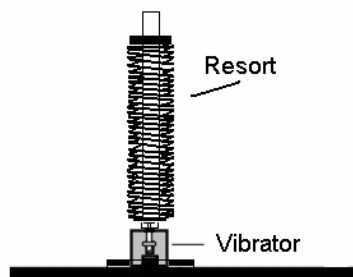

Fig. 2
1. Se fixează vibratorul în poziție orizontală (Fig. 2).